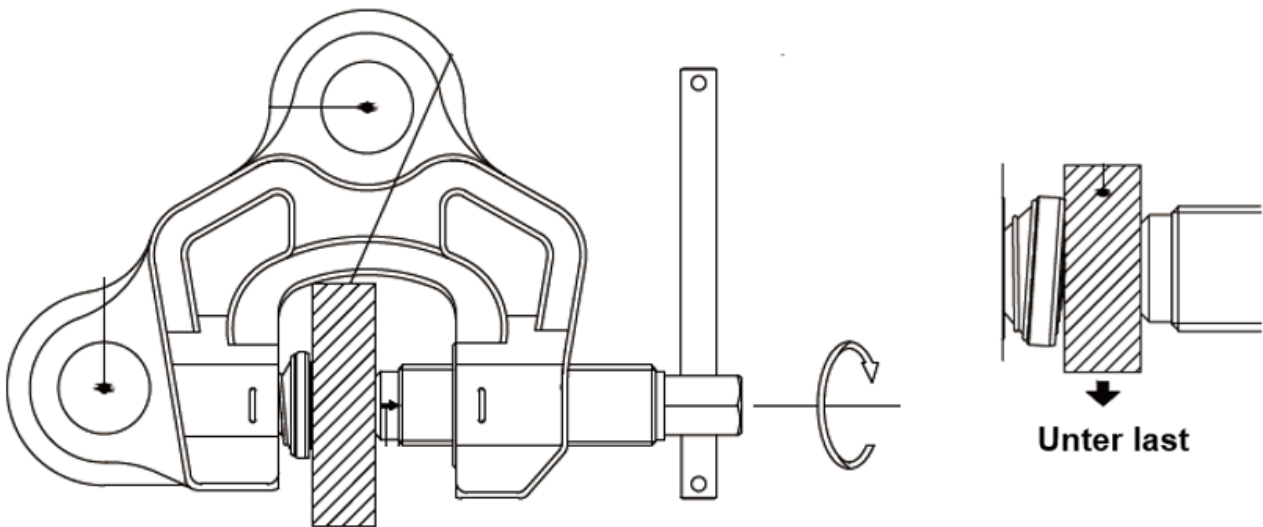

Abb.3-3: Last anheben und absenken
1. Die Schraube wird durch Drehen im Uhrzeigersinn angezogen und durch Drehen gegen den Uhrzeigersinn gelockert (Abb. 3-3).
2. Die Last muss vollständig zwischen die Klemme eingeführt werden, bis Sie den Anschlag der Klemme berührt (siehe Abb. 3-3, links).